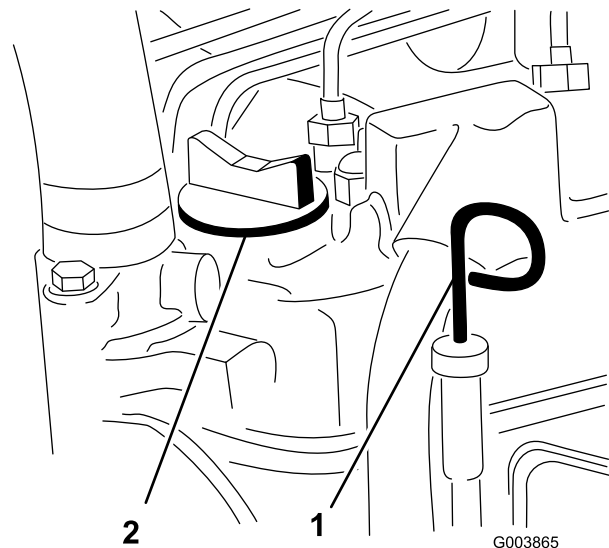
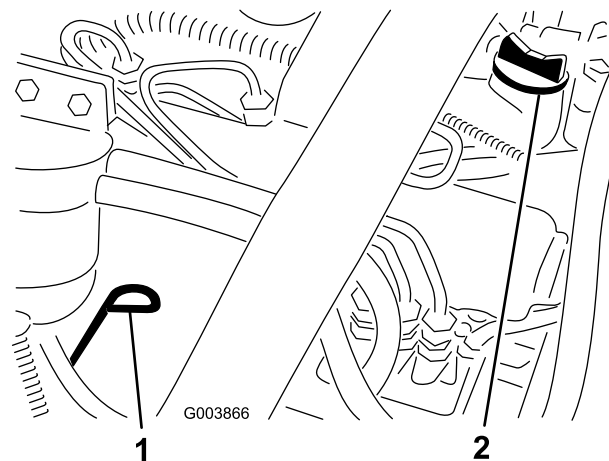

Figura 23
Figura 24
3. Togliete l'asta di livello, tergetela e reinsertitela (Reelmaster 5200—Figura 23, Reelmaster 5400—Figura 24).